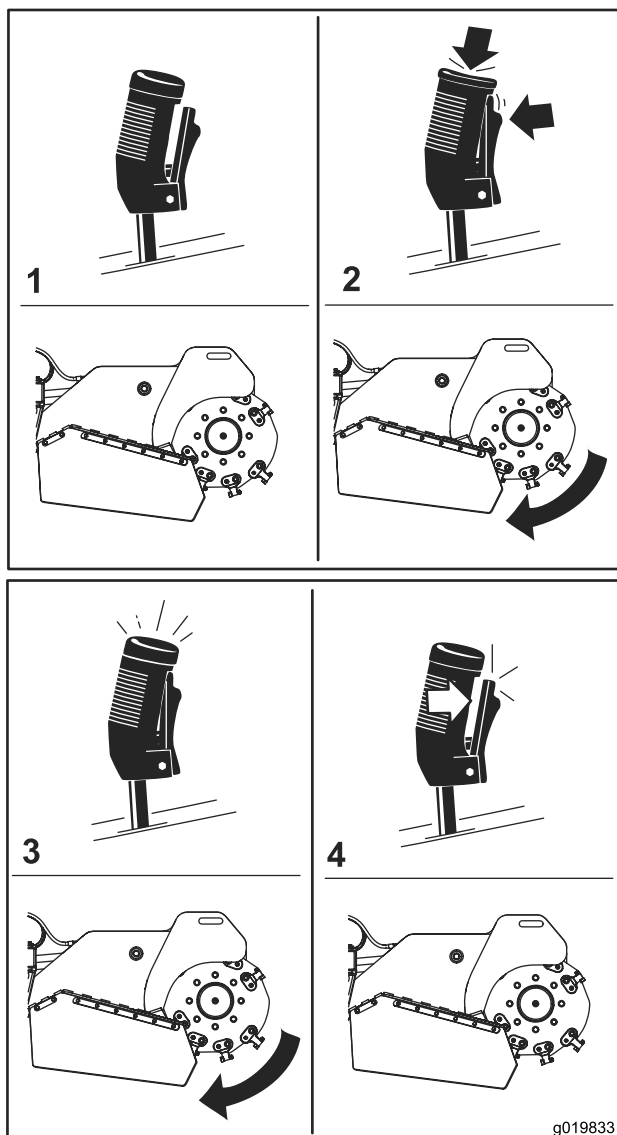

図 13
- グラインダ 図 13 の動作を開始するには、レバー上部にある赤いボタンを押しながらトリガを握り込みます。グラインダが動作を開始したら赤いボタンから指を離してかまいません。
- グラインダ 図 13 を停止するには、トリガから 0.5 秒間以上手を離します。